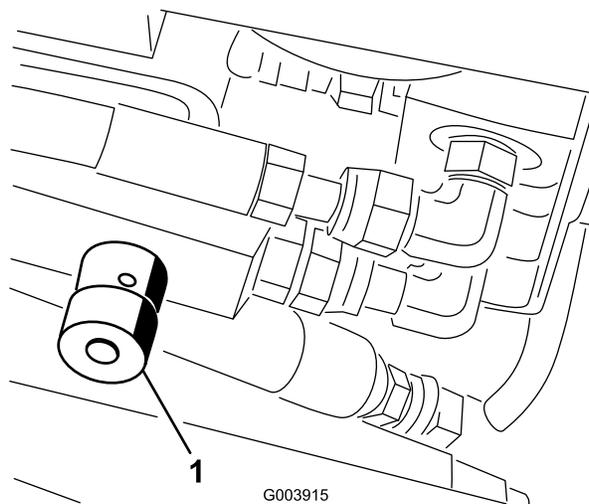

Figura 76
1. Alzate il cofano e accedete alla valvola sul lato posteriore sinistro della macchina (Figura 76).